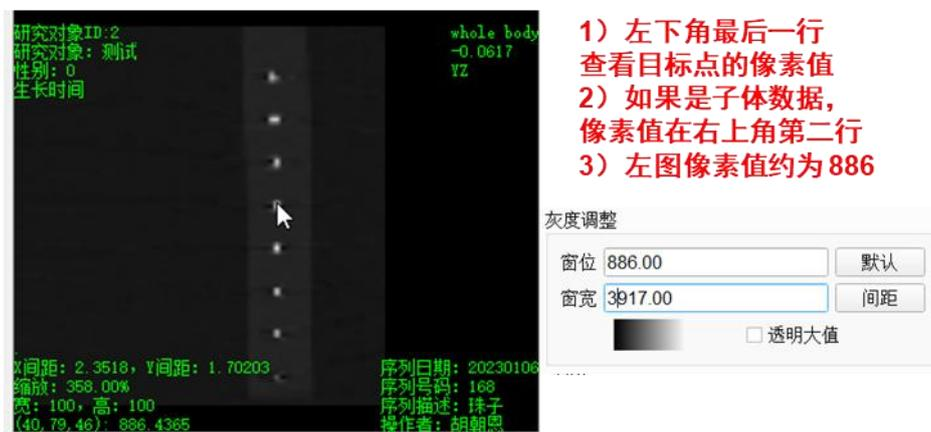

图 4.3.7 移动鼠标，查看目标点的像素值，把窗位设置为目标点的像素值
- 2) 移动鼠标，查看目标点的像素值，把窗位设置为目标点的像素值，如图 4.3.7 所示；